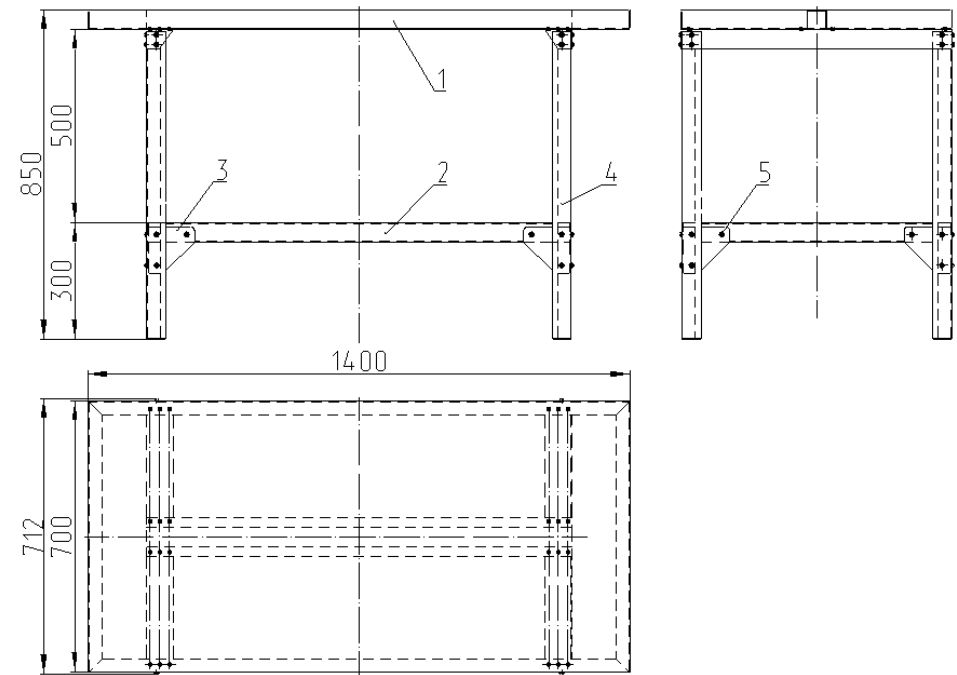

Рис. 1
6.2. К уголкам столешницы поз. 1 (см. рис. 1), при помощи винтов прикрепить ножки поз. 4. К нижней части ножек прикрепить полку поз.2 с уголками поз.3.